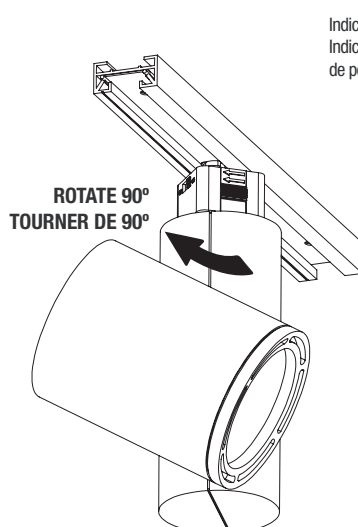

Fig. 2
2. For J-Type, rotate the Track Adaptor 90° (Fig. 2) so that the Indicator Arrow point toward the Polarity Groove once installed (Fig. 3). For H & L Type, polarity groove are in opposite direction, then the indicator arrows point toward the opposite direction (Fig. 4). Pull Adaptor Latch down as you rotate Track Adaptor in order for Latch to clear track edge and allow it to snap into place in the track.
2. Pour les adaptateurs «J», tourner l'adaptateur de 90° (Fig. 2) de sorte à ce que l'indicateur fléché pointe vers la rainure de polarité une fois installés (Fig. 3). Pour les adaptateurs «H» et «L», la rainure de polarité est inversée, donc les indicateurs fléchés pointent dans la direction opposée (Fig 4). Tirer la languette de blocage de l'adaptateur vers le bas en le tournant de façon à ce qu'il se désengage du rail et pour lui permettre de se fixer au bon endroit une fois en place dans le rail.